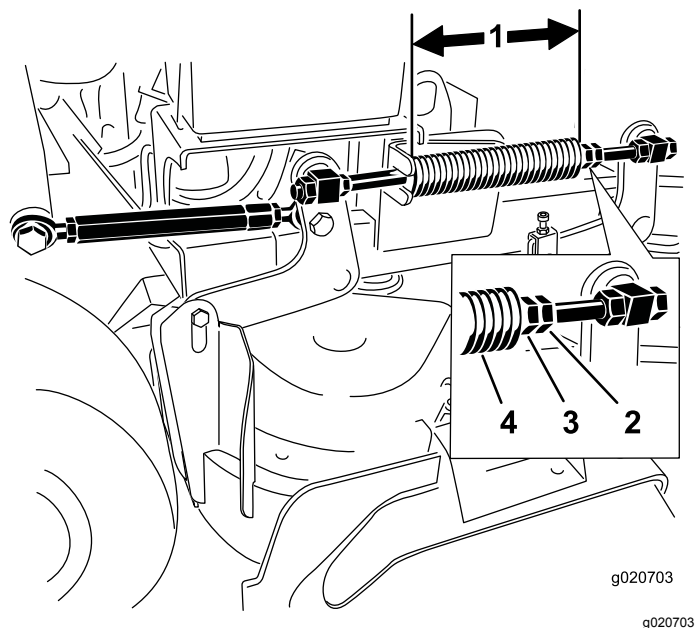

Figure 86
Remarque: La longueur nominale est de 28,2 cm (11 $\frac{1}{8}$ po) pour les tabliers de coupe de 91 cm (36 po) et de 25,7 cm (10 $\frac{1}{8}$ po) pour les tabliers de coupe de 102 cm (40 po) (Figure 86).
3. Réglez cette distance en desserrant l'écrou de blocage du ressort et en tournant l'écrou devant chaque ressort (Figure 86).
4. Bloquez l'écrou en position en serrant l'écrou de blocage du ressort (Figure 86).